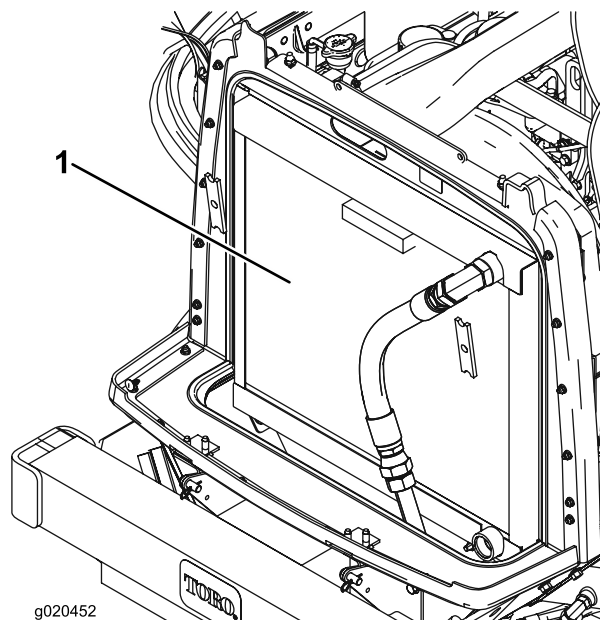

図 69
3. オイルクーラとラジエーターの裏表を圧縮空気ですばやく丁寧に清掃する 図 69。